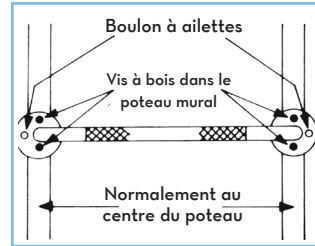

figure 1
1. Placez la barre d'appui en alignement avec les poteaux muraux et marquez l'emplacement des trous pour les vis. (L'Attachement horizontal Voit la Figure 1, l'Attachement Vertical Voit le 2 de Figure.) Quand vous avez choisi votre mode de fixation, percez un petit trou pour marquer l'emplacement où se trouve le poteau.